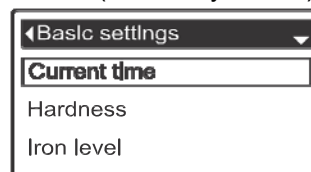

РИС. 32
3. Нажать кнопку ВЫБОР (O) для отображения меню Базовые установки (См. Рисунок 32).
7. Нажать кнопку ВЫБРАТЬ (O). Дисплей вернется обратно в меню Базовые установки (Рисунок 32).